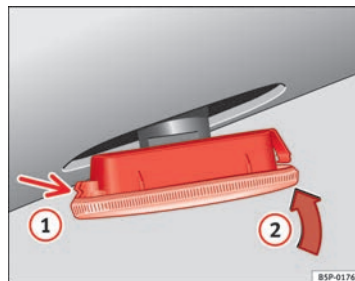

Fig. 234 Intermitente lateral
- Coloque el intermitente en primer lugar en el orificio de la carrocería, encajando las pestañas ⇒ fig. 234, flecha ①.
- Encaje la lámpara como indica la flecha ② ⇒ fig. 234.